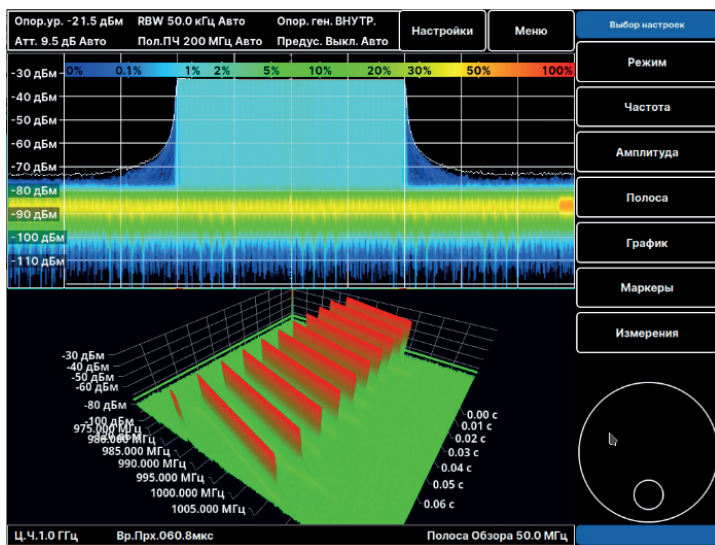

Рис. 18. Основные функции управления
Основные функции управления вызываются из главного меню графического интерфейса нажатием экранной клавиши **Меню / Top Menu** в верхней части сенсорного экрана (Рис. 18), где доступны 7 разделов основных настроек, описываемых в этой главе.
- нажмите **Меню / Top Menu** в верхней части сенсорного экрана (Рис. 18);
- нажмите **Режим / Mode** в поле функциональных клавиш (Рис. 18).